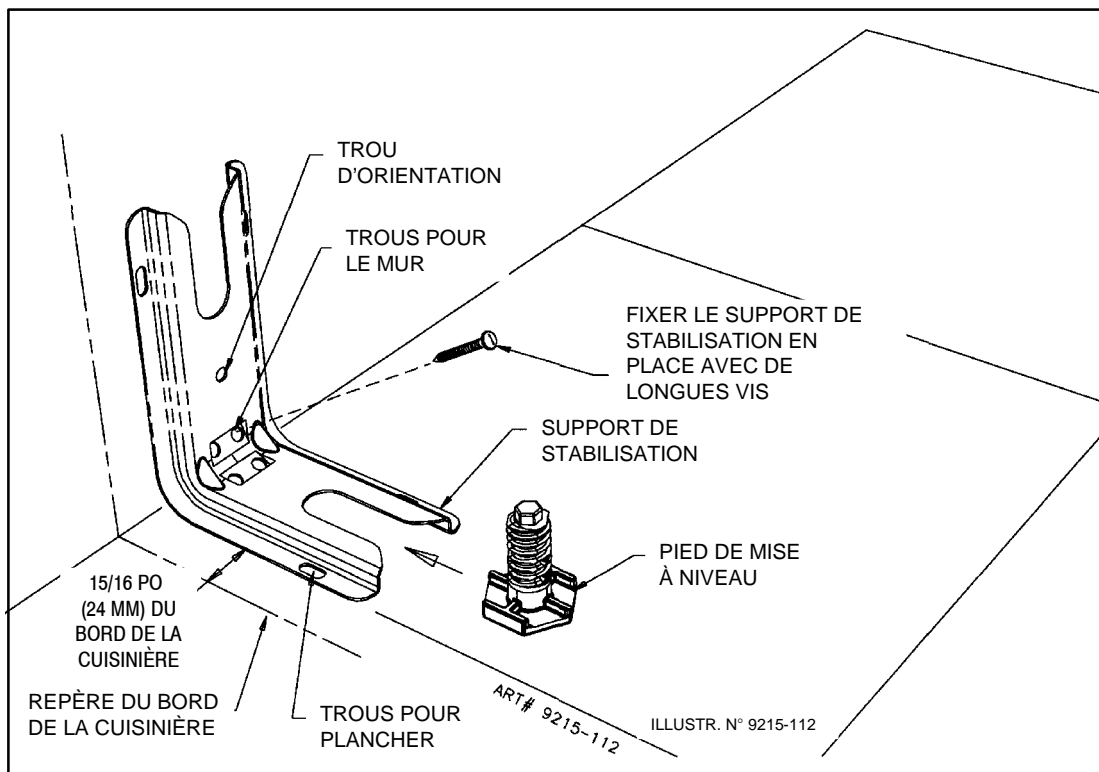
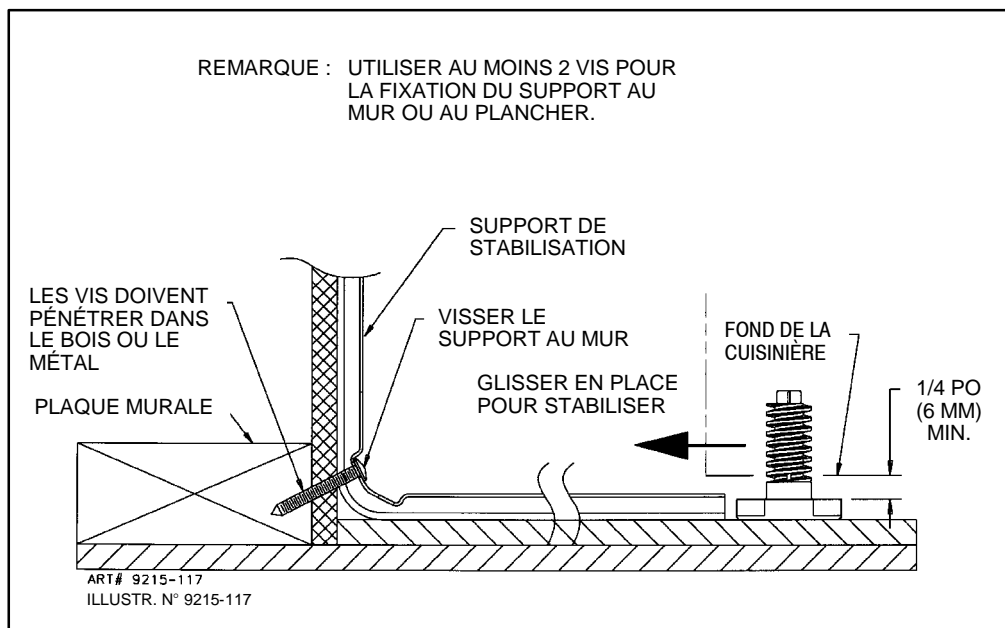

FIGURE 5
FIGURE 6
Placer le support avec le trou d'orientation du pied le plus long contre le mur ou contre le plancher tel qu'illustré à la figure 5.
ÉTAPE 1 - Emplacement du support de stabilisation (voir figure 5)
- Placer le SUPPORT à 15/16 po (24 mm) de la marque « BORD » en allant vers le centre de l'ouverture et contre le mur arrière tel qu'indiqué à la figure 5, le trou d'orientation étant contre le mur.
- Utiliser le support comme gabarit et marquer l'emplacement de tous les trous pour le type de matériau sur lequel le support doit être fixé, tel qu'indiqué à la figure 5.
1. Plancher : Déterminer le centre des deux trous identifiés par « TROUS POUR PLANCHER » à la figure 5. Percer un trou de positionnement de 1/8 po (3 mm) au centre de chaque trou (un clou ou un poinçon peut également être utilisé si une perceuse n'est pas disponible). Fixer le support de STABILISATION au plancher à l'aide des deux vis fournies. Passer à l'ÉTAPE 3.
2. Mur : Déterminer le centre des deux trous identifiés par « TROUS POUR MUR » à la figure 5. Percer un trou de positionnement de 1/8 po (3 mm) au centre de chaque trou (un clou ou un poinçon peut également être utilisé si une perceuse n'est pas disponible) tel qu'indiqué à la figure 6. Fixer le support de STABILISATION au mur à l'aide des deux vis fournies tel qu'indiqué à la figure 6. Passer à l'ÉTAPE 3.
1. On trouve des vis convenant au ciment ou au béton dans les quincailleries. Percer les trous de positionnement de la grandeur correspondante à celle des vis obtenues en quincaillerie au centre des trous identifiés « TROUS POUR MUR » à la figure 5. Fixer le support de STABILISATION au plancher. Passer à l'ÉTAPE 3.
- B. Placer la cuisinière de façon à ce qu'elle puisse entrer dans l'ouverture où elle sera placée et la pousser en place. Remarque : Un dégagement minimum de 1/4 po (6 mm) est exigé entre la cuisinière et le pied de mise à niveau qui va s'insérer dans le support de STABILISATION (voir figure 6).